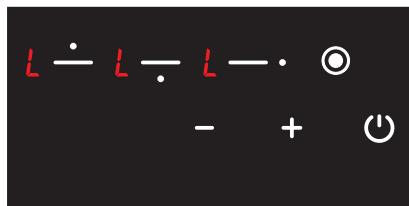

Рис. 16
3. Блокировка от детей будет активирована, и все конфорки отображают значок **L** чтобы указать, что блокировка от детей активна (см. Рис. 16). Если какая-либо из конфорок горячая, значки **L** и **H** будут показаны по очереди.